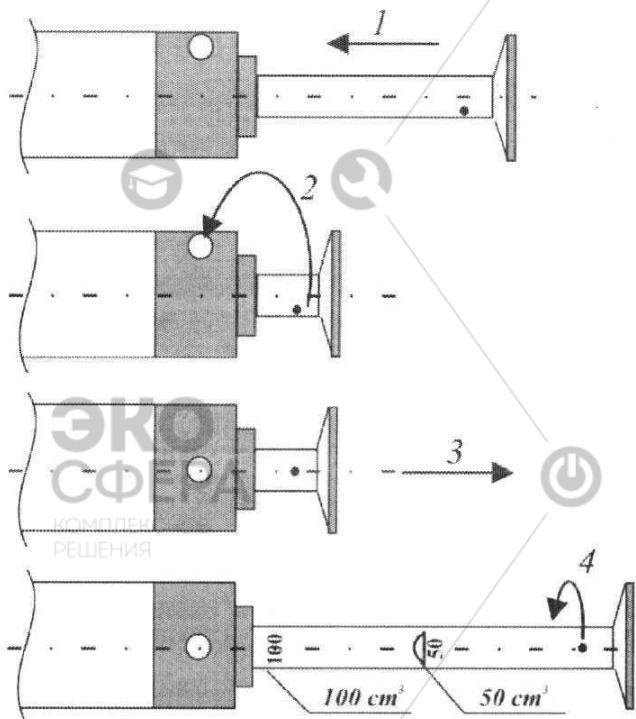

Рис. 5. Последовательность операций при просасывании газовой смеси насосом-пробоотборником НП-ЗМ:
2.3.3. Приведите насос в исходное положение. Для этого введите шток в цилиндр до упора (при этом разнести метки на крышке и штоке на угол 90°). Совместите метки на крышке и штоке (рис. 5).